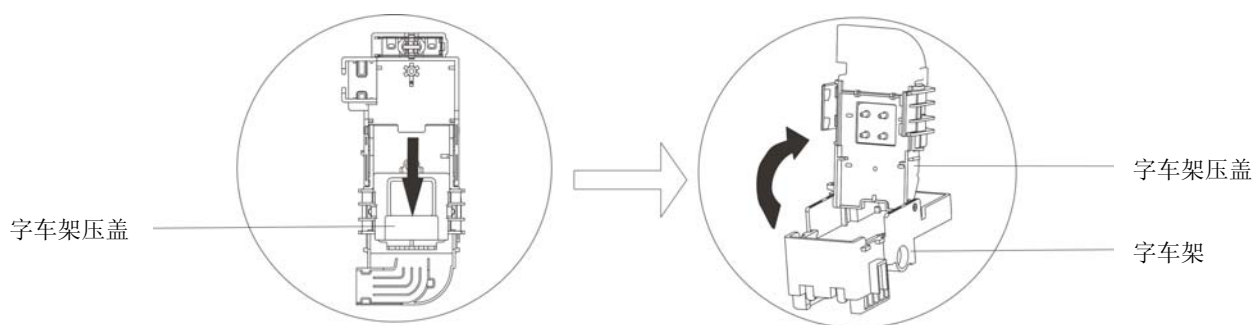

图 A-6 解锁并打开字车架压盖
④ 将字车架压盖按箭头方向推解锁并向上打开（如图 A-6 所示），取出旧喷头。